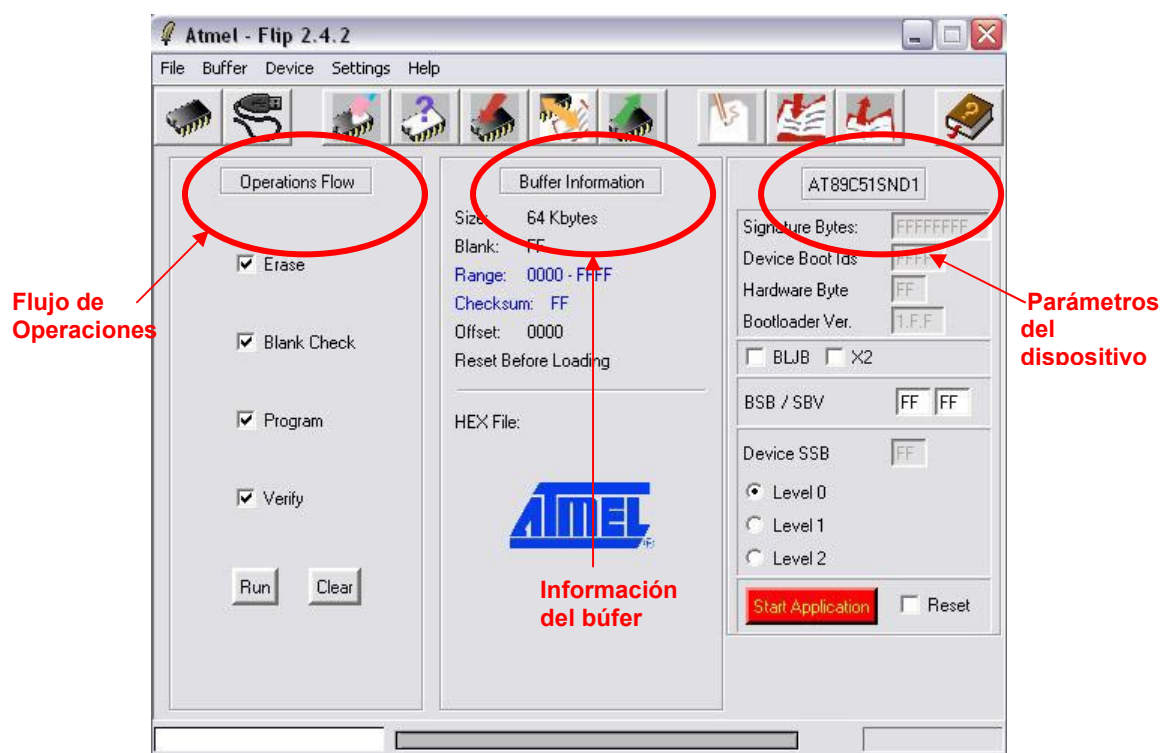

Figura. 4.31. Pantalla Principal
Flip consta de una pantalla principal (Figura 4.31) y una pantalla de edición del buffer. En la pantalla principal se pueden ver cuadros de izquierda a derecha que son: Flujo de Operaciones, Información del mapa de memoria o buffer y los parámetros del dispositivo.
7. Establezca el nivel de seguridad para el dispositivo (Device SSB). El nivel 0 implica que no tiene seguridad. Para trabajar en una aplicación real, se debe establecer el bit de seguridad en el nivel 1 (Ver Figura 4.31.).
8. En el cuadro de Flujo de Operaciones (Operation Flow, Figura 4.31.) marque las operaciones que desea realizar y presione el botón de ejecutar (“*Run*”). Así mismo, puede ejecutar una por una las operaciones haciendo clic en cada botón de la barra de herramientas.